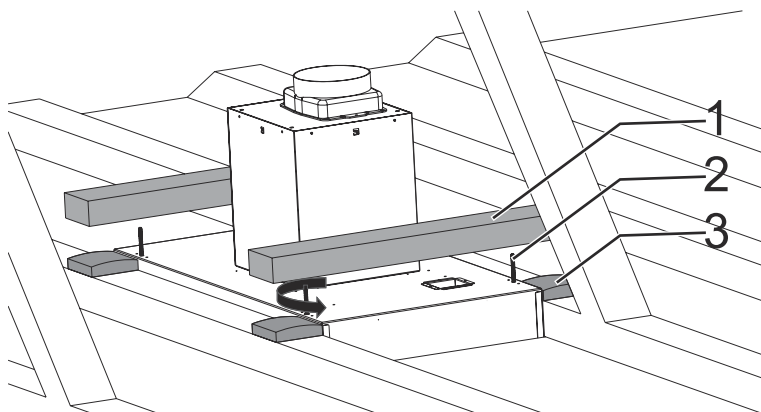

Fig. 16
5. Placere lægterne oven på emhætten, så de passer med skruehullerne (Fig. 16).
For at undgå mulige vibrationer/ressonnans kan der placeres isolering ml. lægte og overflade (isolering købes seperat) (Fig. 16).
Skru nu nede fra igennem skruehullerne op i lægterne for at spænde emhætten fast (Fig. 16)